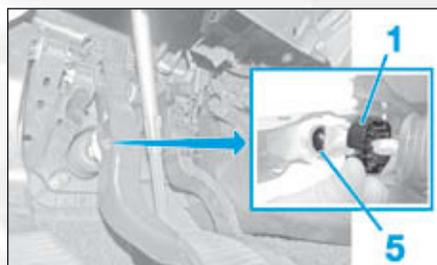

FIG.16
- Contrôler la présence de la coupelle d'appui (5) et agraffer de manière audible la bague (1) (Fig.16).